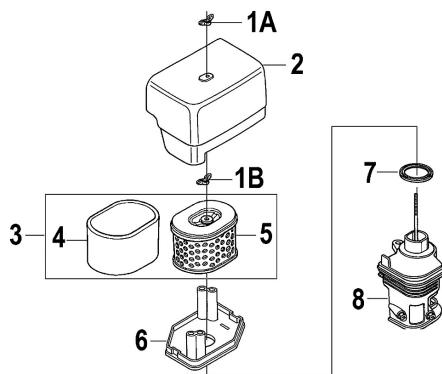

Рис. 26 Обслуживание воздушного фильтра
1. Открутите барашковую гайку 1А и снимите крышку 2 воздушного фильтра (Рис. 26).
2. Открутите барашковую гайку 1В и извлеките из корпуса воздушный фильтр 3 в сборе (Рис. 26).
3. Проверьте целостность и чистоту фильтрующих элементов. Поролоновый (предварительный) фильтрующий элемент 4 установлен на корпусе бумажного фильтрующего элемента 5 (Рис. 26).
4. При незначительном загрязнении промойте поролоновый фильтрующий элемент 4 (Рис. 26) теплым мыльным раствором и просушите. Поврежденный или сильно загрязненный поролоновый фильтрующий элемент замените.
5. Произведите очистку корпуса 8, опоры крышки 6 и крышки 2 воздушного фильтра, не допуская попадания пыли и грязи в воздухопровод, ведущий к карбюратору (Рис. 26).
7. Перед установкой воздушного фильтра убедитесь, что уплотнительное кольцо 7 воздушного фильтра находится на месте и не имеет повреждений (Рис. 26).